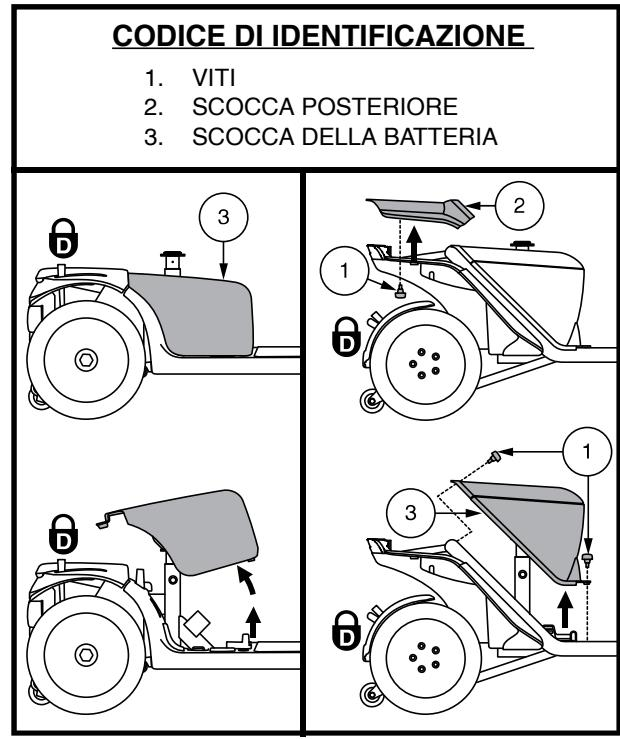

Figura 13. Rimozione/installazione della scocca della batteria
1. Rimuovere il sedile e la scocca posteriore. Vedere figura 13.
- a.) Per i modelli 614 e 714, sollevare la scocca posteriore togliendo le due (2) viti che la fissano al telaio dello scooter e poi sollevare la scocca verso l'alto ed allontanarla dallo scooter. Vedere figura 13.
- b.) Per i modelli 614 e 714, sollevare la scocca del pacco batterie togliendo le quattro (4) viti che la fissano al telaio dello scooter e poi sollevare la scocca verso l'alto ed allontanarla dallo scooter. Vedere figura 13.